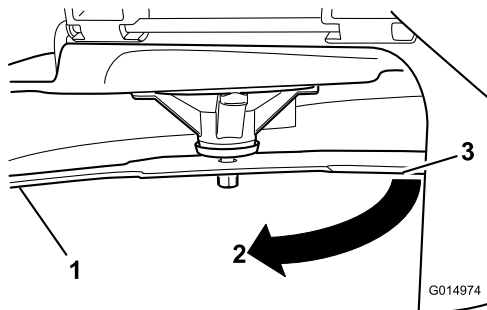

Figure 90
3. Seconde distance mesurée entre la lame et la surface (B)
4. Tournez la même lame de 180 degrés pour amener l'autre tranchant à la même position (Figure 90).